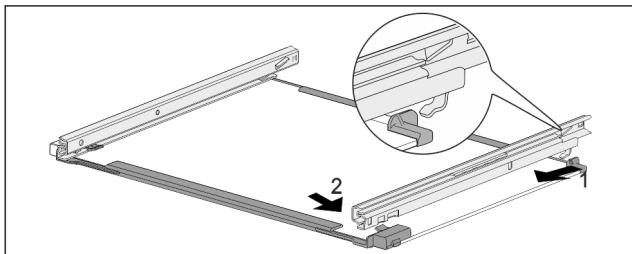

Fig. 151 Стеклянная пластина с направляющими
- Засцепите направляющую сзади. Fig. 151 (1)
- Защелкните направляющую спереди. Fig. 151 (2)